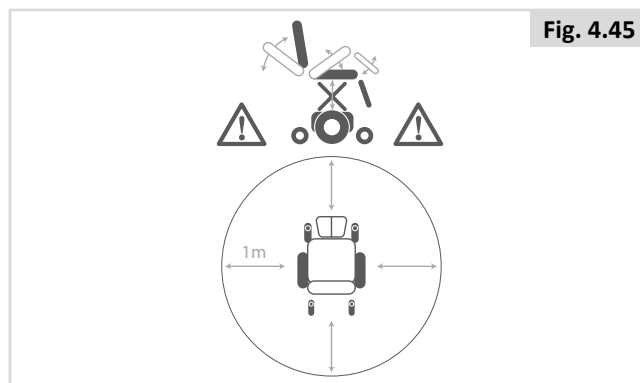

Fig. 4.45
- Som med alla rörliga delar ska du vara försiktig så att du inte klämmer fingrarna, (Fig. 4.45).